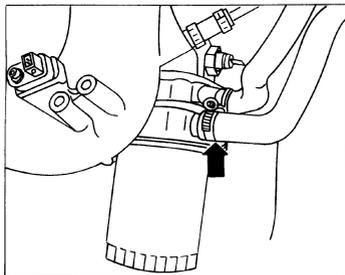

图 2-6 拆下机油冷却器上的冷却液软管
12) 拆下图 2-6 箭头所示机油冷却器上的冷却液软管, 并放出剩余的冷却液。